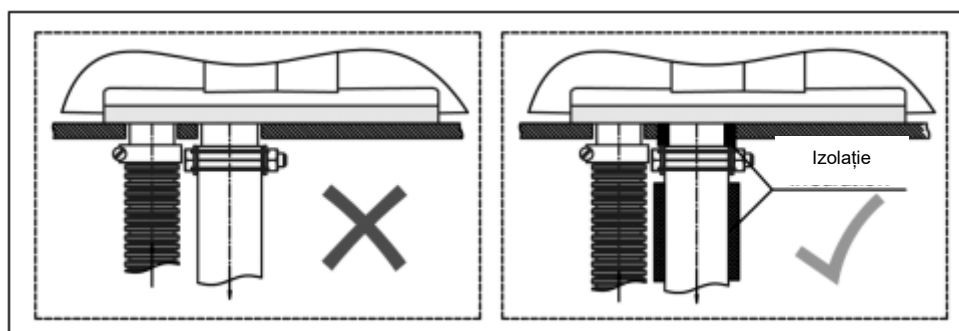

Fig. 12 – Instalarea unui sistem de izolare termică suplimentar
-  **Este necesară izolarea termică suplimentară în punctele în care conducta de evacuare trece prin podea sau aripa vehiculului (Fig. 12), pentru a evita pericolul de incendiu.**